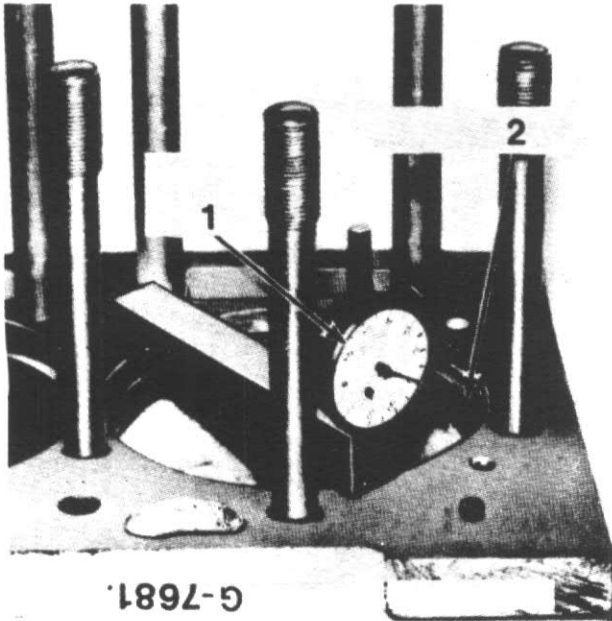

Figure 80a
1. Utilisez un comparateur ou une jauge de profondeur, puis mesurez la cote entre le rebord de l'alésage et la face d'appui du bloc-moteur, fig. 80a.